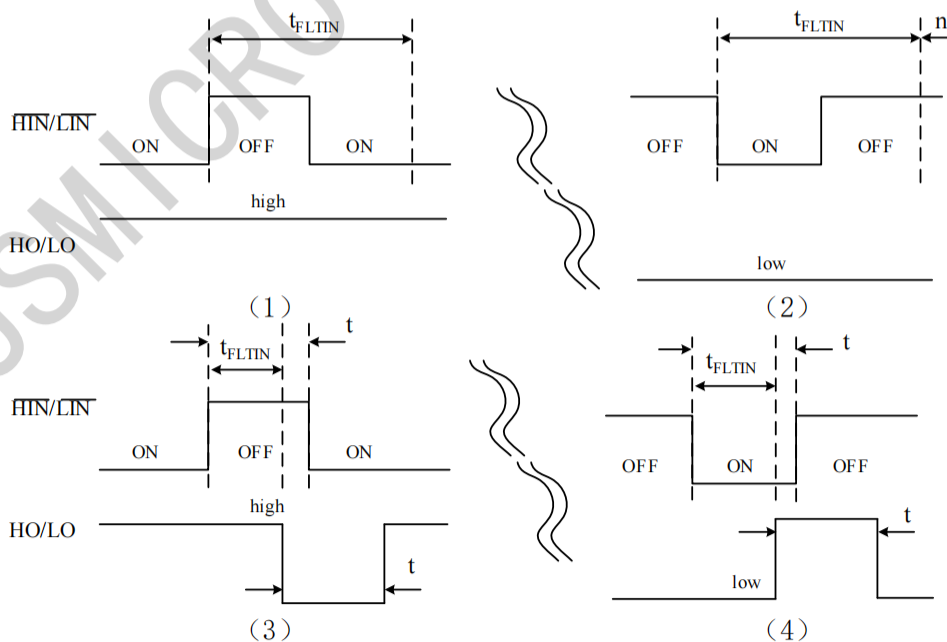

图 7-2 输入滤波波形定义
TF2136M包含有三路独立的半桥信号输入端口用于接收来自主控的控制信号，不互相干扰。每路半桥的高侧与低侧之间有互锁功能，保证同相位高侧与低侧的输出不会同时为高电平。且高侧与低侧信号之间存在内置的死区时间，有效避免了输出信号重叠导致的严重故障。信号输入端口采用边沿触发的方式，因此在触发保护后，需要给出下一个触发沿信号，输出才会产生变化。每个信号输入端口均通过一个 40KΩ 的电阻上拉至内部基准 VDD，浮空时将被置为高电平输入。每个信号输入端口（包括 EN 使能端口）均包含有滤波功能，不会被低于滤波时间的脉冲触发，当包含滤波功能的端口输入信号发生变化时，其持续时间小于输入滤波时间，输出端口均不受到影响产生变化。当输入信号变化持续时间大于输入滤波时间，输出端口则随输入信号发生改变，并与其保持同等时间，如图 7-2 所示：
(1) 当输入正脉冲信号时，且该脉冲信号宽度小于滤波宽度 ( $t < t_{FLTIN}$ )，如图 7.2(1)所示。输出信号不发生变
(2) 当输入正脉冲信号时，且该脉冲信号宽度大于滤波宽度 ( $t > t_{FLTIN}$ )，如图 7.2(3) 所示。输出信号发生变化，触发一个持续时间为  $t$  (同输入脉宽时间) 的低电平后恢复高电平；
(3) 当输入负脉冲信号时，且该脉冲信号宽度小于滤波宽度 ( $t < t_{FLTIN}$ )，如图 7.2(2) 所示。输出信号不发生变化，持续为低电平；
(4) 当输入负脉冲信号时，且该脉冲信号宽度大于滤波宽度 ( $t > t_{FLTIN}$ )，如图 7.2(4) 所示。输出信号发生变化，触发一个持续时间为  $t$  (同输入脉宽时间) 的高电平后恢复低电平。